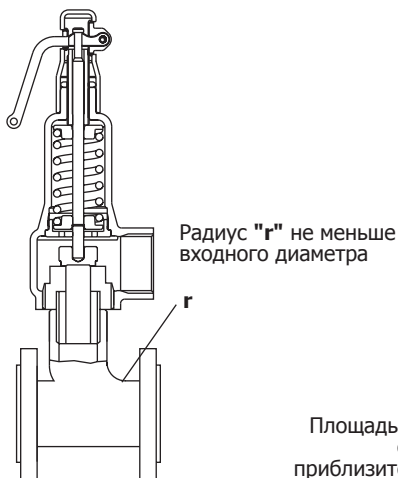

Рис. 7
- 5.4** Диаметр трубопровода на входе не должен быть меньше DN входа клапана. (см. рис. 7 и 8)
Организация входного трубопровода показана на рис. 7 и 8.